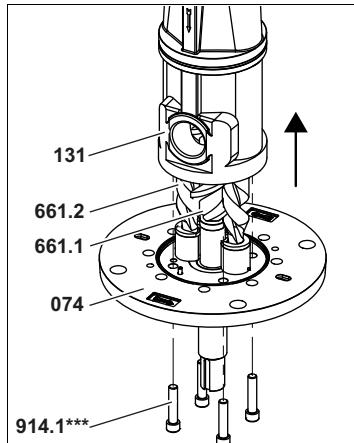

Fig. 20
3. Desserrer les vis cylindriques **914.1***** sur le couvercle à bride **074** et retirer le boîtier de pompe **131** du couvercle à bride en maintenant à la main la vis principale **661.1** et les annexes **661.2**, voir Fig. 20, page 37.